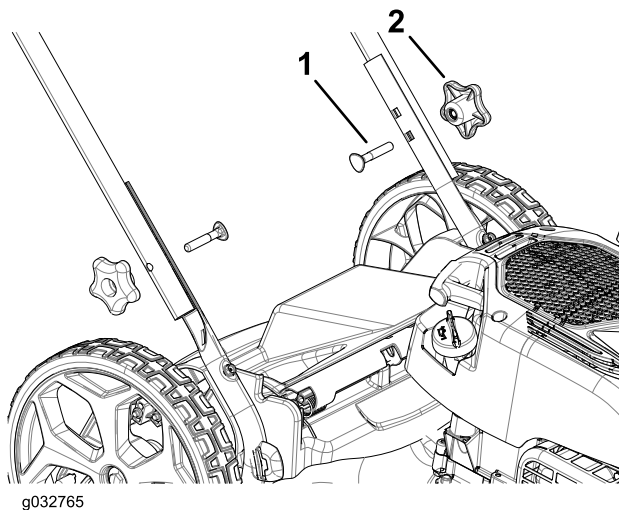

Figura 3
1. Retire os manípulos e parafusos da estrutura da máquina (Figura 3).
2. Instale a pega na estrutura da máquina (Figura 3).